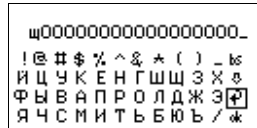

Рис. 19. Экранная клавиатура
1. С помощью кнопок  и  выберите нужное поле (имя кабеля, имя волокна) и нажмите кнопку . На экране появится экранная клавиатура (рис. 19).